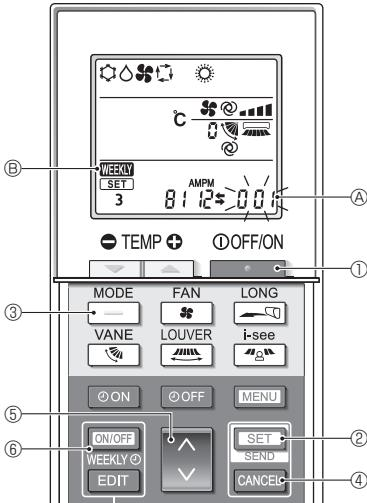

Fig. 6-7
#### 6.8.8. Désactivation du mode AUTO (Fig. 6-7)
1. Appuyez sur la touche **OFF/ON** ① pour arrêter le climatiseur.
• Si la minuterie hebdomadaire est activée, appuyez sur la touche **ON/OFF WEEKLY** ⑥ pour la désactiver. ( **WEEKLY** ⑥ disparaît.)
2. Appuyez sur la touche **SET** ② pendant 5 secondes.
3. Appuyez sur la touche **UP/DOWN** ⑤.
4. Achèvement des réglages (Fig. 6-7)